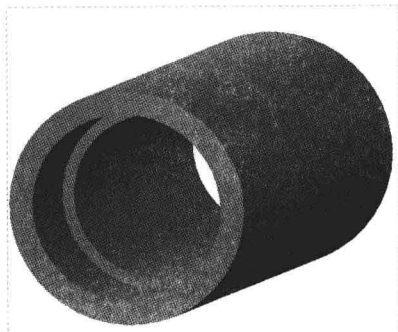

图 8-42 创建拉伸实体槽特征
Step 08 选择“完成”选项，单击“开槽：拉伸”对话框中的“确定”按钮，即可创建拉伸实体槽特征，如图 8-42 所示。